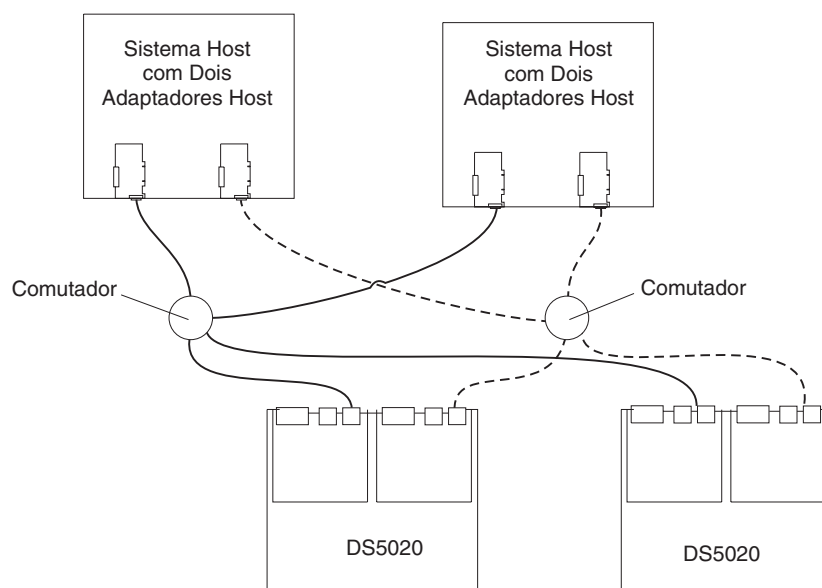

Figura 59. Exemplo de Dois Subsistemas de Armazenamento em um Ambiente SAN Duplo
- Dois subsistema de armazenamento em uma configuração de malha SAN dupla, conforme mostrado na Figura 59 na página 94
Na Figura 59, os comutadores Fibre Channel não são conectados juntos. Cada comutador forma sua própria malha SAN.